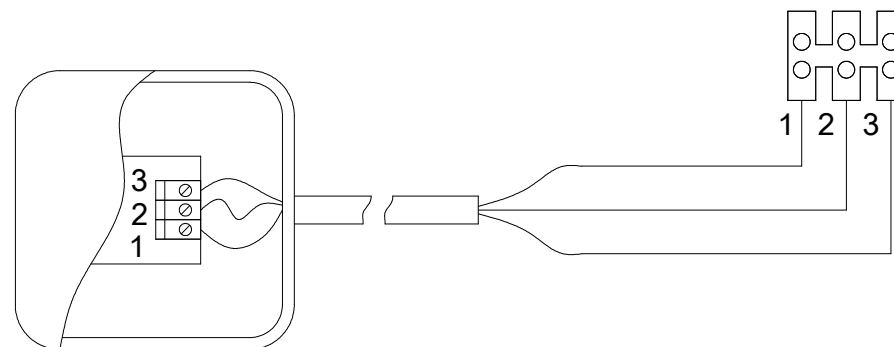

Рисунок 6. Воздушный термодатчик и его подключение в котле
7.6. Установить датчик температуры воздуха в контролируемом помещении на высоте 1.5 м от пола, исключив прямое воздействие на него солнечных лучей, потоков воздуха от нагревательных приборов. Длина предустановленных проводов до датчика 2 м. Допускается удлинение проводов до 20 м проводом 3х0.35 мм кв., с сохранением маркировки по рис. 6. **ПОМНИТЕ-НЕПРАВИЛЬНОЕ ПОДКЛЮЧЕНИЕ МОЖЕТ ПРИВЕСТИ К ВЫХОДУ ИЗ СТРОЯ ДАТЧИКА!**